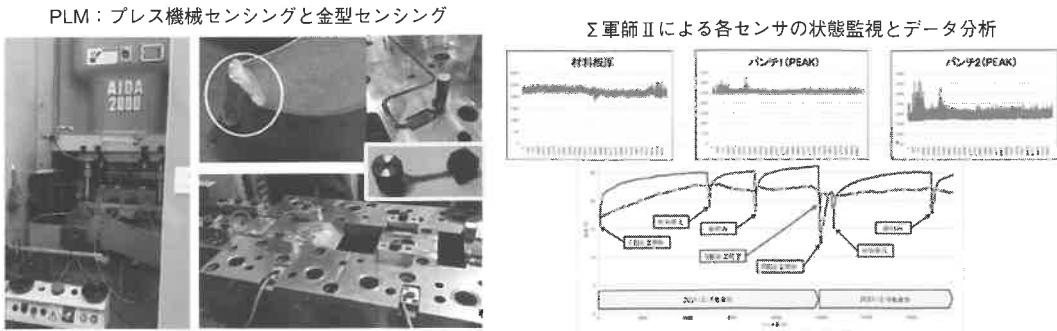

図2 金型とプレス機械、材料センシングを組み合わせたハイブリッド「プレスDX」
最近では伊藤製作所、ウチダ製作所と3社合同でプレス金型とプレス機械のセンシングに取り組んで不良の発生メカニズム解析と予知予防が可能な「プレスDX」システムを開発した（図2）。厚板板金の高圧プレスでのパンチ欠けが課題であるが、①パンチ荷重センサ、②パンチ刃先温度センサ、③パンチ板圧センサ、④排圧センサを金型に組み込み、⑤材料温度センサ、⑥プレス機械のフレーム伸び・剛性センサを組み合わせた画期的なシステムでパンチ欠けの事象を取らえることに成功した。